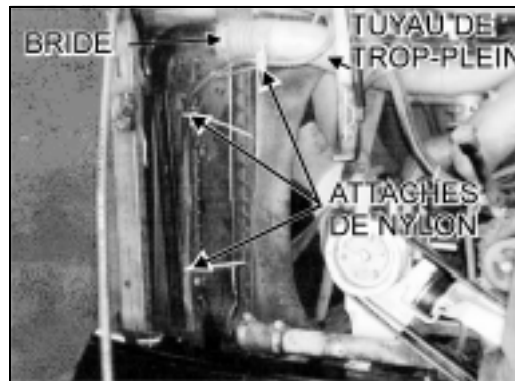

FIGURE3: TUYAU DE TROP-PLEIN
3. Desserrer la bride supérieure du refroidisseur d'air et couper les attaches de nylon du tuyau de trop-plein d'antigel (voir fig. 3).